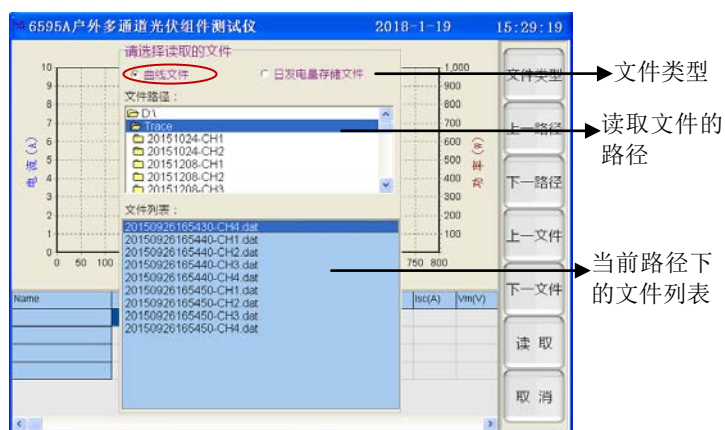

图 5-15 IV 曲线文件选择页面示意图
当通过【设置项目】菜单项选中【读取曲线文件】按钮时，按下面板上的 **Enter** 键，将弹出文件读取的选择页面，如图 5-15 所示。
- **【选择文件】**：按下此菜单项对应的按键将弹出如图 5-15 所示的文件选择页面，可在文件选择页面上选择需要读取的文件。